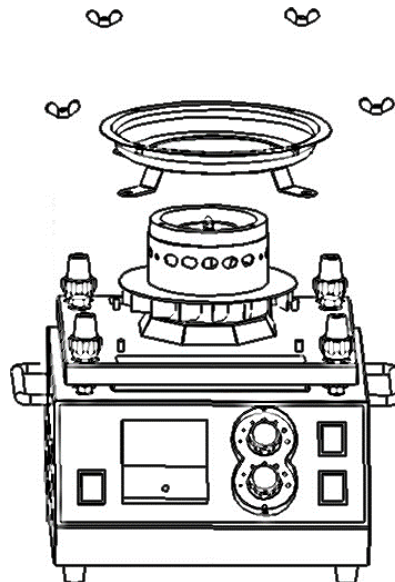

Рисунок 10
- открутите 4 гайки-барашек и снимите нижнюю часть статора (рисунок 10):